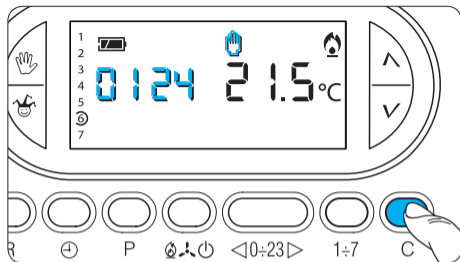

Fig. 74
20.1- Per controllare il dato portare l'apparecchio in modo MANUALE mediante il pulsante  (fig. 73) e premere il pulsante **C** (fig. 74). Sul display compare, per 5 secondi, il tempo di funzionamento. Per effettuare l'azzeramento del contatore ed iniziare un nuovo